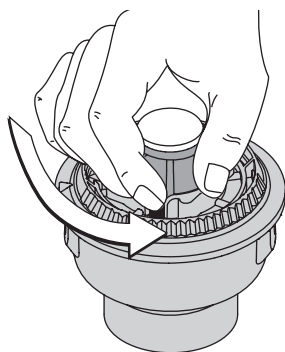

Fig. 20
Si le SpeedSpool^{MD} ne déroule pas le fil correctement, tirez fermement les extrémités du fil loin de la bobine (Fig. 20). Si cela ne suffit pas, suivez les instructions de *Nettoyage du SpeedSpool^{MD}*.
1. Tenez la bobine extérieure et dévissez le bouton de butée à gauche (Fig. 20).